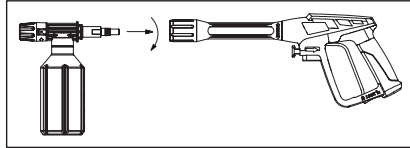

Fig. 3
4. Instale la botella para jabón en la pistola. Fig. 3.